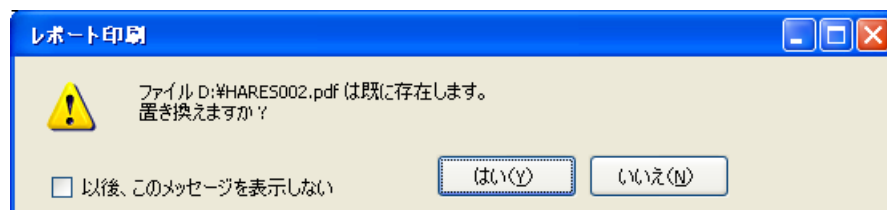

図 4-47 PDF の上書きメッセージ
- 11 すでにレポート印刷しているときには、図 4-47 のダイアログボックスが表示されます。レポートの PDF を上書きして良ければ、「はい」ボタンをクリックします。上書きしたくないときには、「いいえ」をクリックしてレポート印刷を終了してください。